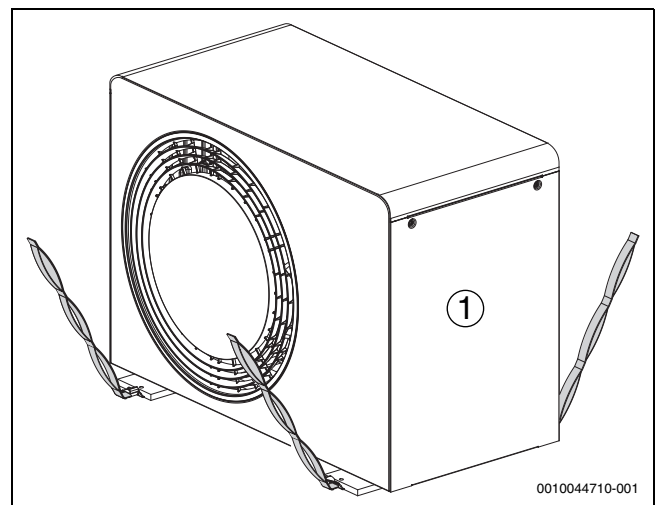

Bild 12 Beim Transportieren der Wärmepumpe ohne Verpackung die Gurte verwenden
- ▶ Achtung! Die Wärmepumpe ist auf der Kompressorseite schwerer (→ Abbildung 12).